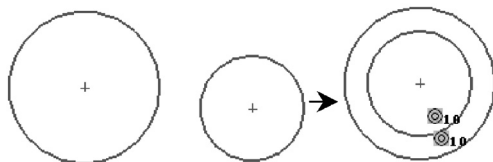

图 2-179 添加同心几何关系
- 同心几何关系：使两圆或圆弧同圆心，如图 2-179 所示。